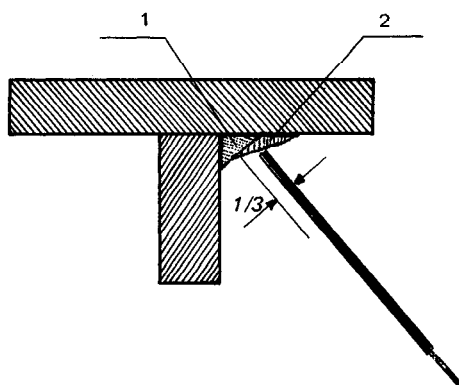

Figura 2.106
- a) Comience apuntando en la parte inferior del primer depósito montando $1/3$ sobre el segundo cordón (Figura 2.106).